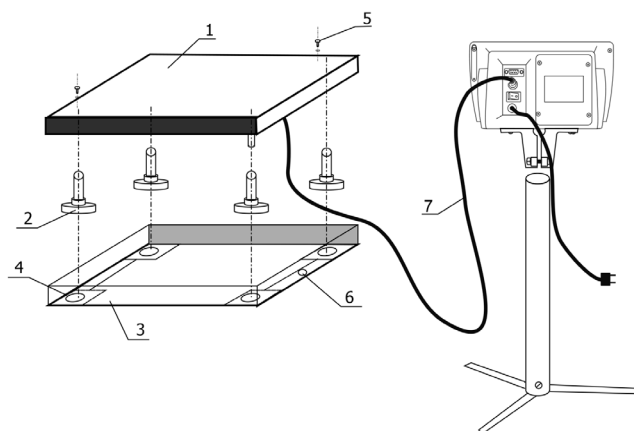

Рис. 5 Схема весов ВСП4-В
2.2.3.7 Схема весов ВСП4-В представлена на Рис. 5.